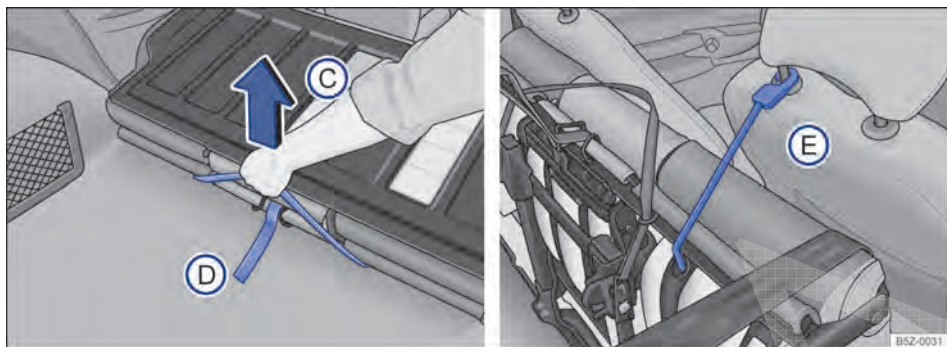

Fig. 75 Banco traseiro: alça para destravamento do conjunto do assoalho (C); cinta elástica vermelha para fixação na haste do apoio para cabeça (E).
- Puxar a alça preta → Fig. 75 (C) para destravar o conjunto do assoalho e, ao mesmo tempo, levantar **cuidadosamente** na direção dos bancos dianteiros.
- Localizar a cinta elástica vermelha alojada na parte inferior do assento do banco e, encaixar o gancho dessa cinta na haste do apoio para cabeça do banco do passageiro → Fig. 75 (E), imobilizando o conjunto.
- Soltar o gancho da cinta elástica vermelha da haste do apoio para cabeça do banco do passageiro → Fig. 75 (E), encaixar debaixo do banco traseiro.
- Puxar a alça vermelha → Fig. 75 (D) para destravar o encosto e, ao mesmo tempo, recolocar o encosto na posição original.